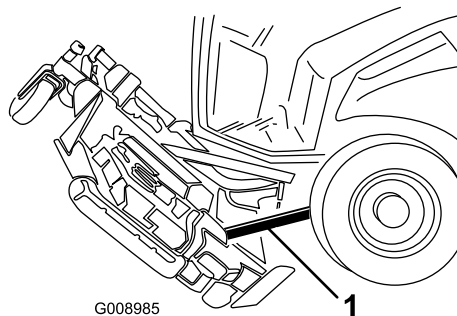

Figura 104
6. Introduzca a presión un bloque de madera entre el borde trasero de la carcasa y la máquina (Figura 104).